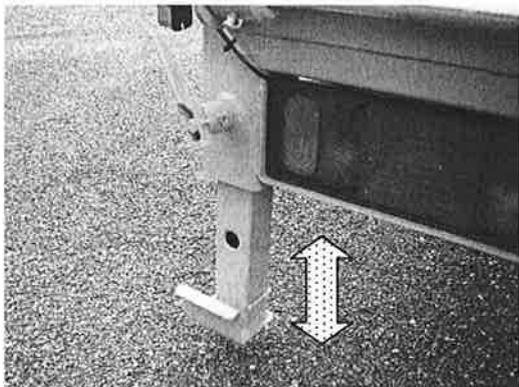

Bild 10: Stützbein abgelassen
Vor dem Be- und Entladen sind die beiden Stützbeine am Heck abzulassen (**Bild 10**) und einzurasten (geschieht bei Durchfahr-Tiefladern automatisch beim abklappen der Rampen)! Dadurch stellen Sie eine gleichmäßige Gewichtsverteilung der Last während des Auffahrens sicher. Da das Fahrzeug bei Belastung einfedert, bitte die Stützbeine im Leerzustand nicht ganz auf den Boden ablassen, sonst können sie evtl. unter Last nicht mehr eingefahren werden!
*Vor dem Be- und Entladen sind die beiden Stützbeine am Heck abzulassen (**Bild 10**) und einzurasten (geschieht bei Durchfahr-Tiefladern automatisch mit dem abklappen der Rampen)! Dadurch stellen Sie eine gleichmäßige Gewichtsverteilung und Abstützung der Last während des Auffahrens sicher. Da das Fahrzeug bei Belastung einfedert, bitte die Stützbeine im Leerzustand nicht ganz auf den Boden ablassen, sonst können sie evtl. unter Last nicht mehr eingefahren werden!*